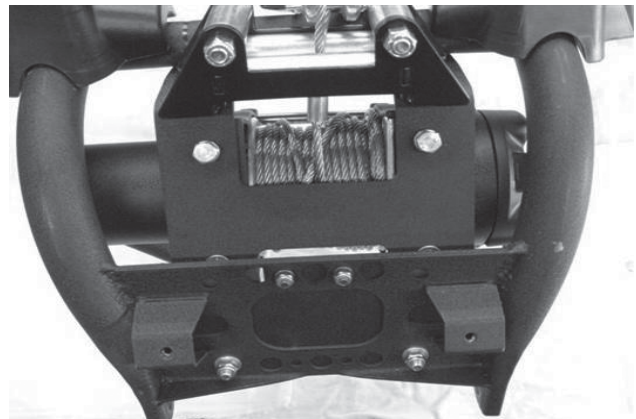

Figure 10
10. Fixer le support de montage du treuil et le treuil à la barre d'appui à l'aide de deux boulons à tête hexagonale M8-1,25 x 20 mm, de rondelles plates et d'écrous hexagonaux de blocage M8-1,25 dans les deux trous de montage arrière. Dans les trous de montage avant, placer deux vis à tête hexagonale M6-1,0 x 18 mm, des rondelles plates et des écrous hexagonaux de blocage M6-1,0. (Figure 10)